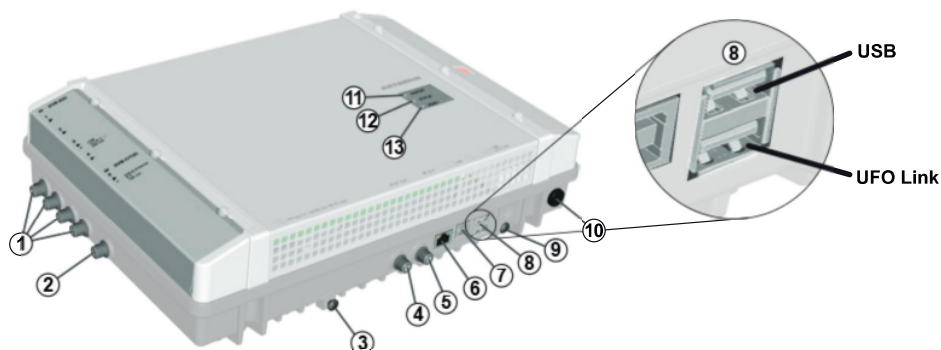

Fig. 1: Elementos del aparato
1. Conecte un cable de compensación de potencial (Cu, $\geq 4 \text{ mm}^2$) al tornillo de puesta a tierra; véase ③ en Fig. 1, Pág. 3.